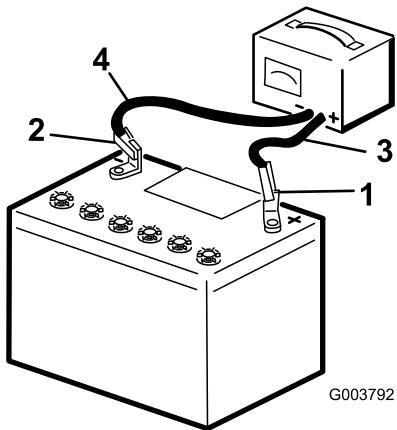

Рисунок 100
5. Подсоедините положительный провод зарядного устройства к положительному штырю аккумулятора (Рисунок 100).
6. Подсоедините отрицательный провод зарядного устройства к отрицательному штырю аккумуляторной батареи (Рисунок 100).
8. После полной зарядки аккумулятора отсоедините зарядное устройство от источника электропитания и штырей аккумулятора (Рисунок 100).